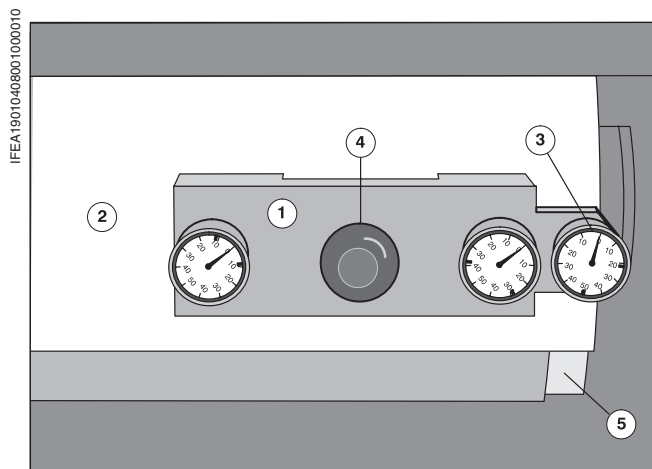

Рис. 31. Измерение высоты декеля
Для проверки фактической конечной высоты пользоваться **устройством для измерения декеля** (Рис. 31/①, *Специальные принадлежности*). Высоту декеля офсетного цилиндра можно определить только в натянутом состоянии.
- ① Почистить контактные кольца и офсетное полотно.
- ② Офсетное полотно и контактное кольцо (Рис. 31/⑤) закрыть листом бумаги (Рис. 31/②), чтобы не повредить офсетное полотно.
- ③ Измерительное устройство установить параллельно оси цилиндра так, чтобы шуп внешнего измерительного прибора (Рис. 31/③) стоял на контактном кольце.
- ④ Красной ручкой (Рис. 31/④) прижать измерительный прибор и установить на 0 стрелки трех часовых индикаторов вращением рифленого кольца.